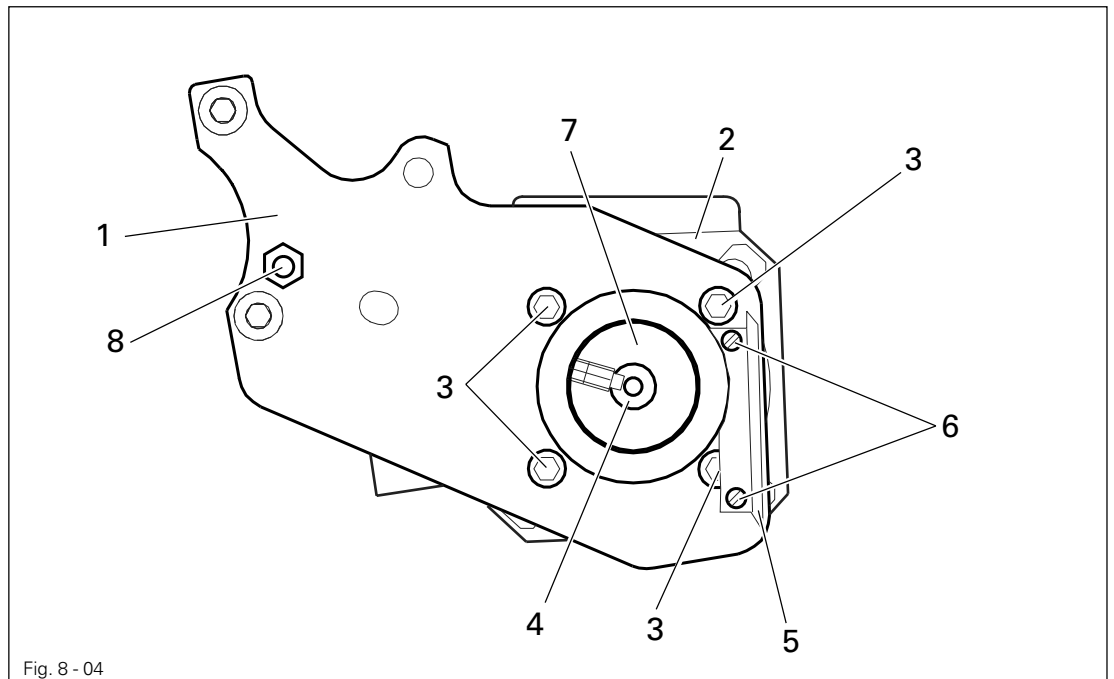

Fig. 8-04
- Avvitare la piastra d'appoggio motore 1 sul motore 2 servendosi delle viti 3, come illustrato nella Fig. 8-04.